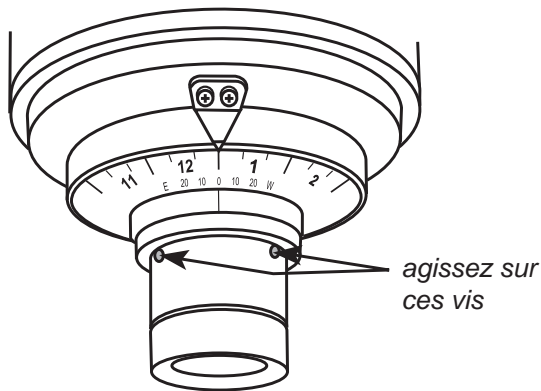
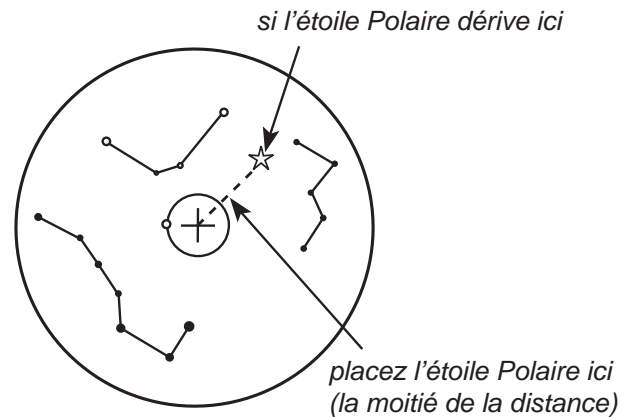

Fig. 3.4a
Fig. 3.4b
4. Si l'objet dérive par rapport au centre du réticule, utilisez une clé à six pans de 1,5mm et agissez sur les 3 vis à tête à six pans creux situées autour du viseur polaire (Fig. 3.4a) pour corriger de moitié le déplacement observé (Fig. 3.4b).